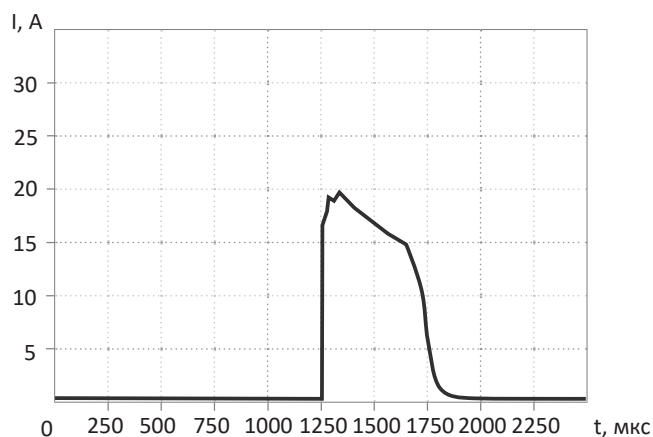

Рис. 2. Форма пускового тока драйверов «SY-LIGHTING» 950 Вт
* График пускового тока представлен на рис. 2